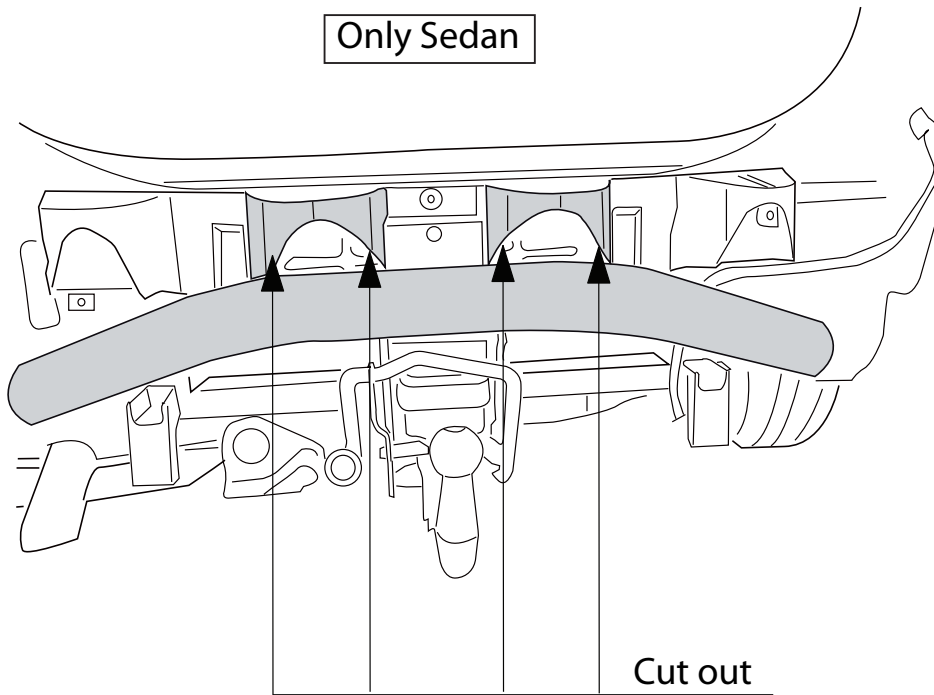

Fig.2
3. Выпилить обозначенные части, как указано на рис. 2.